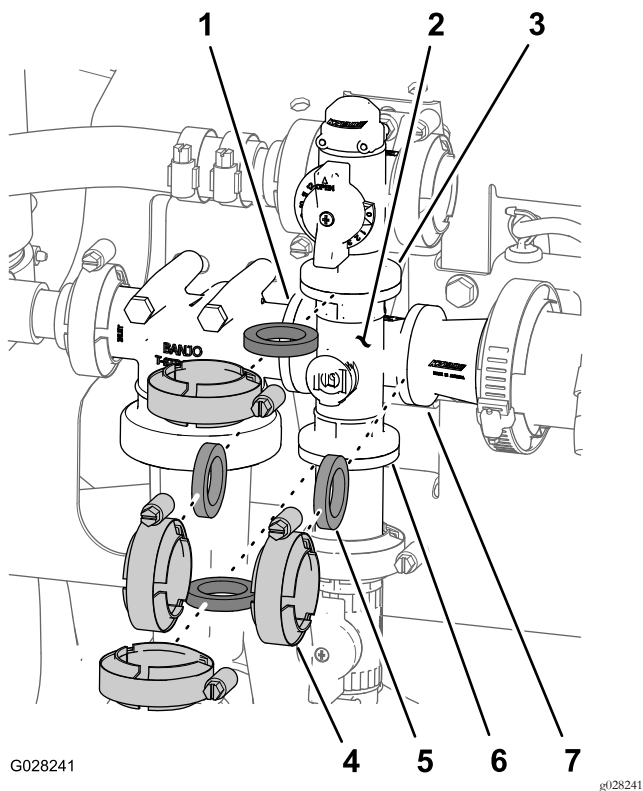

Figure 112
1. Déposez les colliers et les joints qui fixent le collecteur de la vanne d'agitation à la vanne de dérivation d'agitation, la tête du filtre sous pression, l'accouplement réducteur et le raccord adaptateur (régulateur de pression d'agitation, comme montré à la Figure 112.